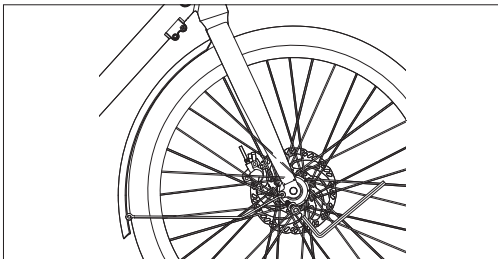

Figure 5-2
- d. Après avoir fixé le support supérieur, utilisez une clé Allen de 4 mm pour retirer les 2 vis au bas de la fourche avant. Ensuite, alignez les jambes du garde-boue avant avec les trous d'installation au bas de la fourche avant, comme indiqué dans les [Figures 5-2] et [5-3], puis resserrez les vis à environ 3-5 N·m.